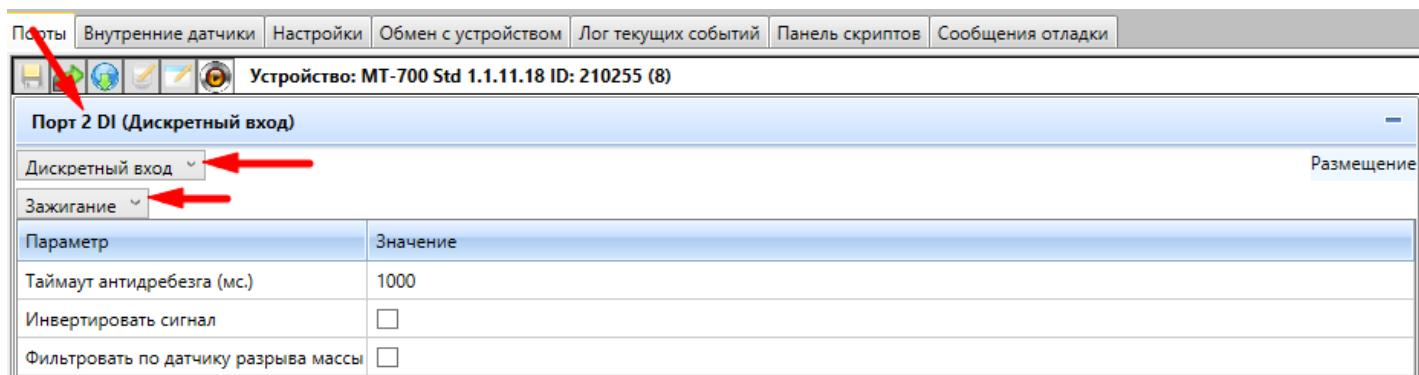

Рисунок 1 – Настройка дискретного порта
- выбрать один из дискретных портов (например, порт Р2), настроить его как дискретный вход и в выпадающем меню выбрать параметр «Зажигание» (**Рисунок 1**);